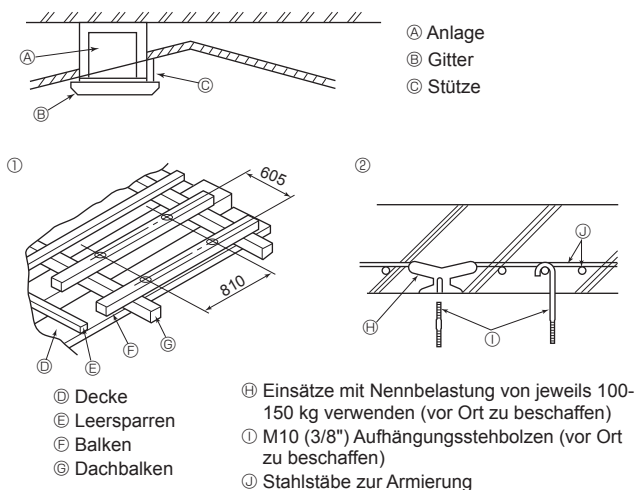

Fig. 2-4
- Beim Anbringen der Frischluftansaugöffnung unbedingt die Dämmung (P) entfernen, die an die Innenanlage geklebt ist.
- (A) Öffnung für die Strömungskanalabzweigung (I) Abstand der Durchziehöffnung $\varnothing 175$
- (B) Innenanlage (J) Innenanlage
- (C) Öffnung für Frischluftansaugung (K) Durchziehöffnung 3- $\varnothing 2,8$
- (D) Abflußrohr (L) Abstand der Durchziehöffnung $\varnothing 125$
- (E) Wasserrohr (M) Öffnung zum Ausschneiden $\varnothing 100$
- (F) Abbildung der Öffnung der Strömungskanalabzweigung (Ansicht von einer der beiden Seiten) (N) Decke
- (G) Durchziehöffnung 14- $\varnothing 2,8$ (O) Detailansicht zum Entfernen der Dämmung
- (H) Öffnung zum Ausschneiden $\varnothing 150$ (P) Dämmung
2.4. Bauliche Gestaltung der Aufhängung (Baustruktur der Aufhängung muß hoch belastbar sein) (Fig. 2-4)